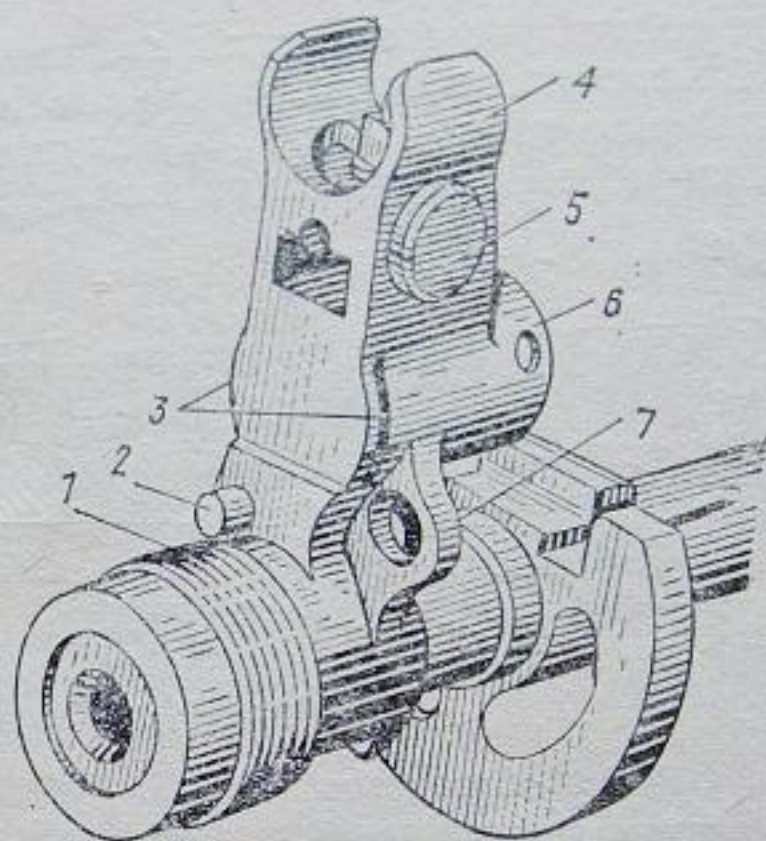

Рис. 23. Основание мушки:
**Основание мушки** (рис. 23) выполнено совместно с газовой камерой; оно имеет отверстие для ползка мушки, предохранитель мушки, резьбовой выступ для навинчивания пламегасителя, фиксатор с пружиной и прилив с пружиной для крепления ремня. Фиксатор удерживает от свинчивания пламегаситель.